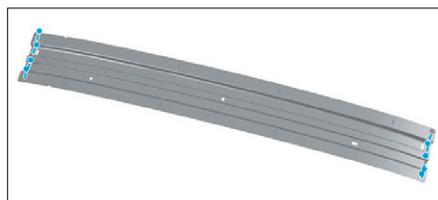

FIG. 152
- Préparer les zones d'accostage et les protéger par un apprêt soudable (Fig.152).